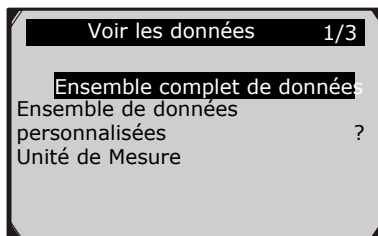

Figure 5.13
- 1) Pour visualiser les données PID personnalisées, utilisez le bouton de défilement **HAUT/BAS** pour sélectionner **Ensemble de données personnalisées** dans le menu **Voir les données** et appuyez sur le bouton **OK**. (Figure 5.13)